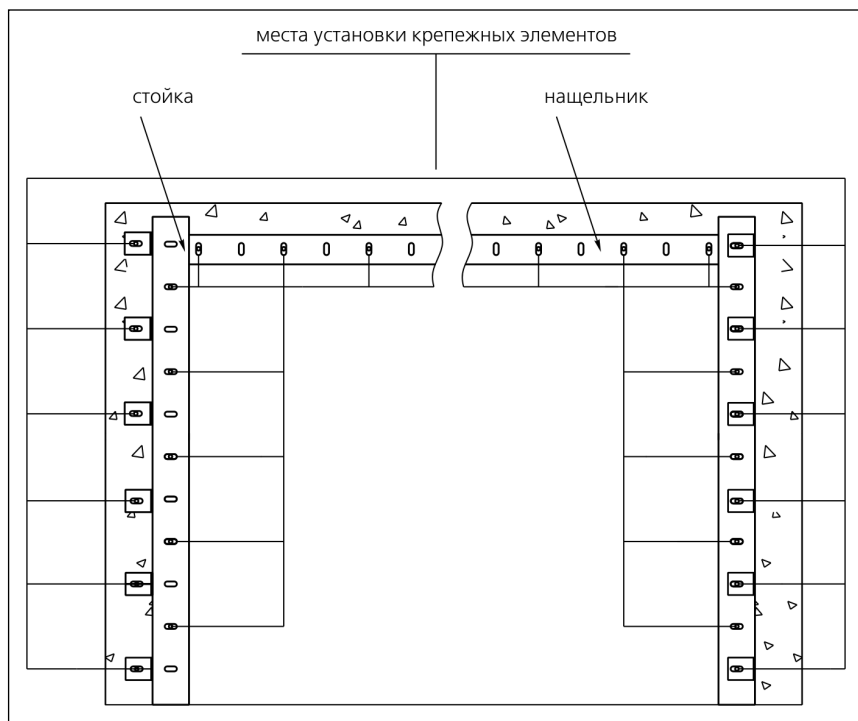

Рис. 8. Схема расположения элементов крепления вертикальной рамки
Схема расположения элементов крепления вертикальной рамки несущего каркаса ворот представлена на рис. 8.
- 5)** разметить на стене места расположения отверстий для установки крепежных элементов (дюбелей, саморезов и т.п.) согласно рис. 8;